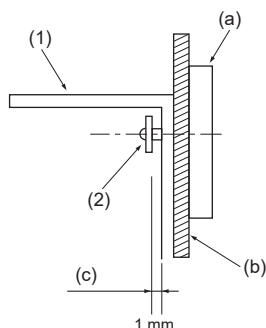

Fig. 3-4
- Pour commencer, fixer l'applique sur le mur et serrer les vis de telle façon à ce que l'applique puisse glisser vers le haut et vers le bas. (Fig. 3-4)
(1) Applique anti-bascule
(2) Vis à tôle